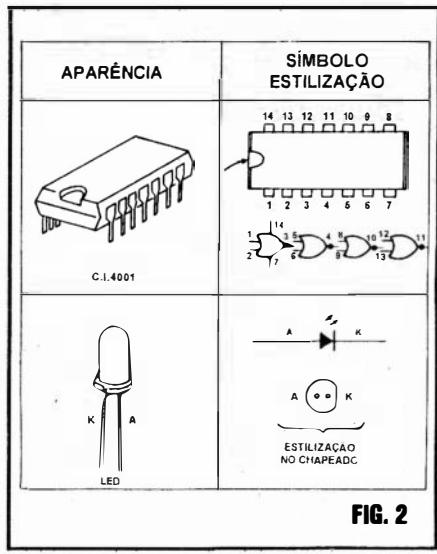
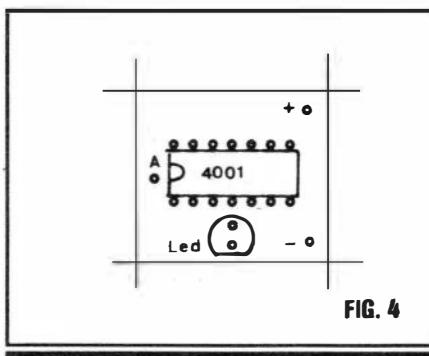

FIG. 2
FIG. 4
- FIG. 2 - PRINCIPAIS COMPONENTES DA MONTAGEM - O título do presente item é uma “redundância”, já que os principais componentes são os “únicos” componentes do circuito: o Integrado e o LED... Ambos são vistos, na figura, em suas aparências, símbolos,
- **FIG. 4 - “CHAPEADO” DA MONTAGEM** - Agora vista pela face não cobreada, a plaquinha mostra, devidamente posicionados, o Integrado e o LED (em dúvida, consultem novamente a fig. 2...). Observar a orientação da extremidade marcada do 4001 e o lado chanfrado do LED. O ponto “A” destina-se à conexão da antena sensora, enquanto que os pontos “+” e “-”, obviamente, destinam-se à recepção dos cabos provenientes do suporte de pilhas(alimentação)...